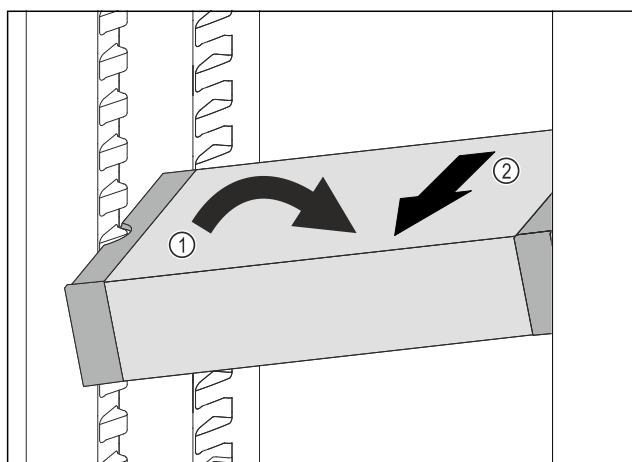

Fig. 208
- VarioSafe postavte v chladničce šikmo. Fig. 208 (1)
- VarioSafe odeberte směrem dopředu. Fig. 208 (2)